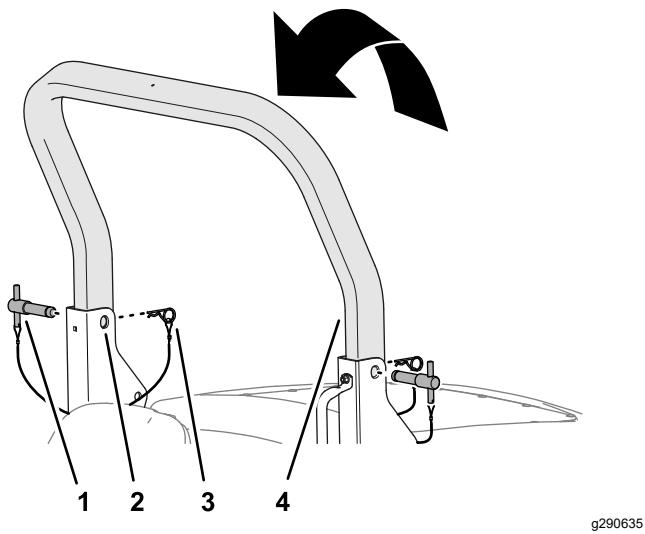

Figura 29
- Eleve la barra antivuelco superior hasta que los taladros en la barra antivuelco se alineen con los soportes de giro (Figura 29).
- Inserte los pasadores de la barra antivuelco a través de los taladros superiores de los soportes de giro y la barra antivuelco superior (Figura 29).
- Fije los pasadores de la barra antivuelco a los soportes de giro con las chavetas (Figura 29).